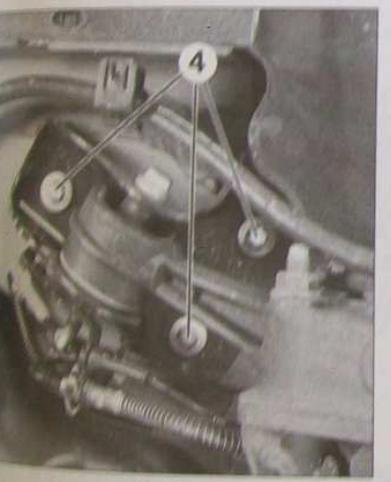

FIG. 19
Déposer les vis de fixation (4) des paliers sous la caisse (Fig.19).
- Dans cette position, reposer et serrer les vis de fixation (4) des paliers au couple prescrit (Fig.19).